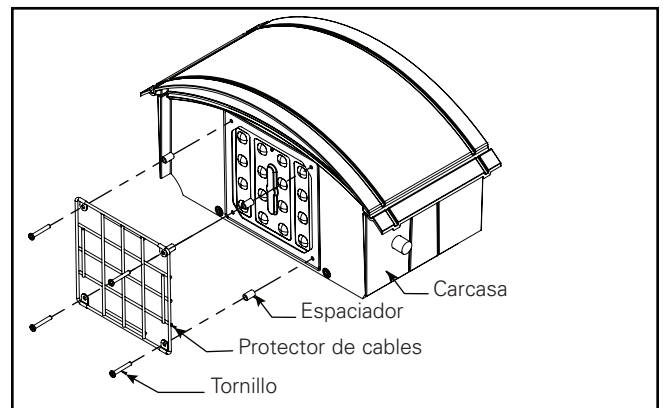

Figura 4.
1. Retire los cuatro tornillos que sujetan el cubo de luz y el anillo de la moldura a la luminaria. (Figura 4).